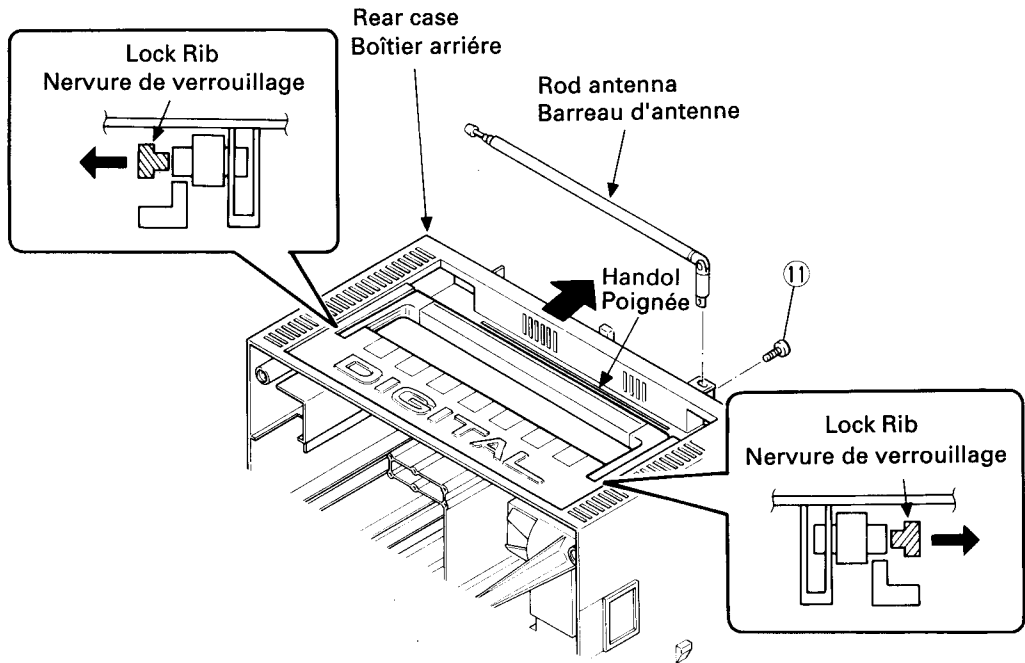

Fig.7
Remove the screw ⑲ and pull out the rod antenna. (Fig. 7)
Push the lock ribs in the rear case outwards. Each end of the carrying handle can be removed by pulling it towards the rear. (Fig. 7)
Retirer la vis (11) et enlever le barreau d'antenne en le tirant. (Fig. 7)
Chaque extrémité de la poignées de transport peut être retirée en la tirant vers l'arrière. (Fig. 7)